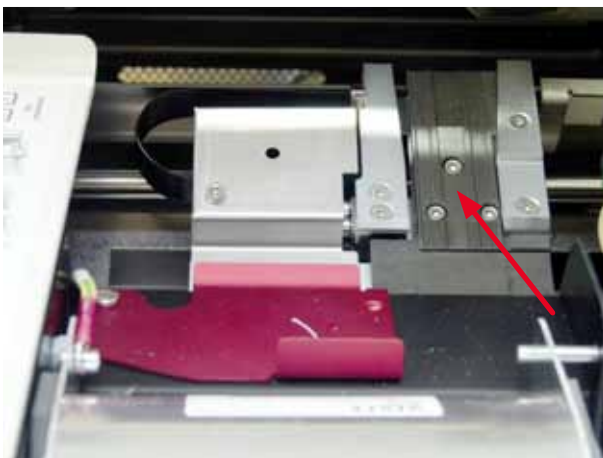

Fig. 49
- Transportstasjon (→ "Fig. 49")
- Lukk klaffen etter at du har rengjort og før du tar i bruk apparatet (→ "Fig. 49").